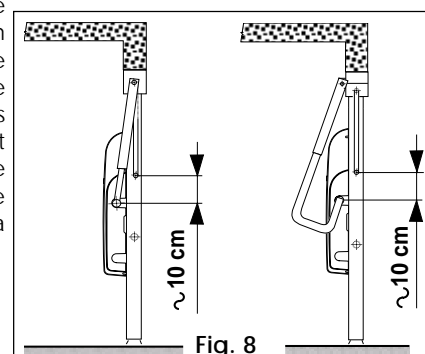

Fig. 8
- **porte basculante à tablier monobloc débordant (Fig. 8)**